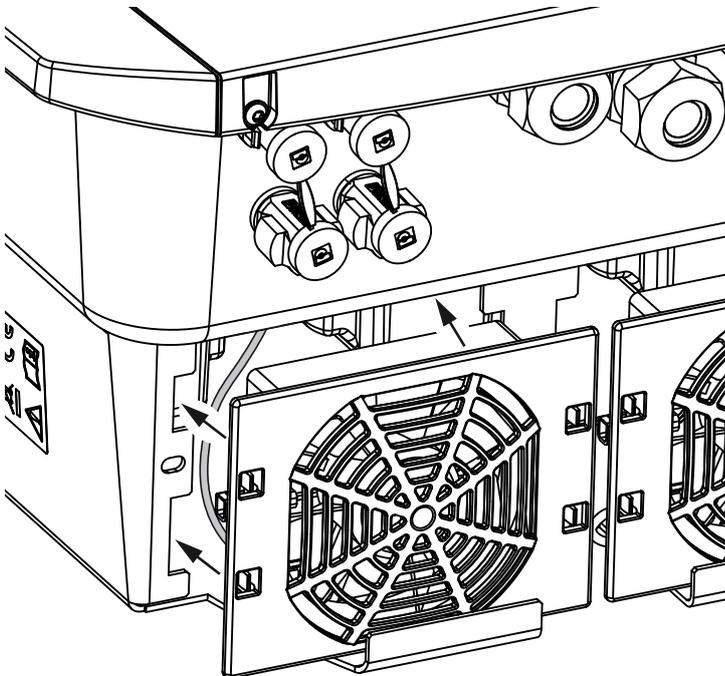

Fig. 67: Montaje del ventilador
- Que el ventilador se haya montado correctamente en el bastidor del ventilador (sentido de la corriente de aire). **↗ Fig. 67**